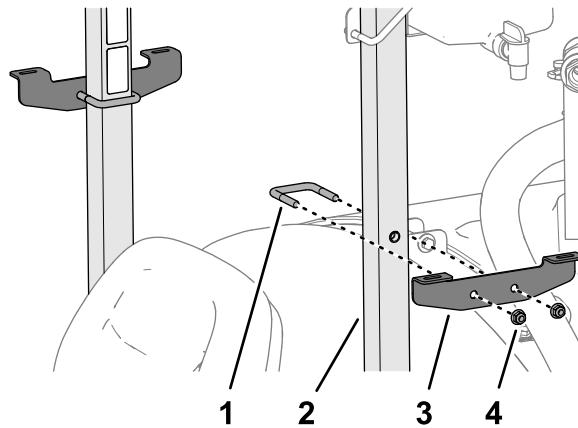

Figura 27
3. Instale el soporte de montaje en el tubo de la barra antivuelco (Figura 27) con un perno en U y 2 contratuerca con arandela prensada ($\frac{3}{8}$ "").